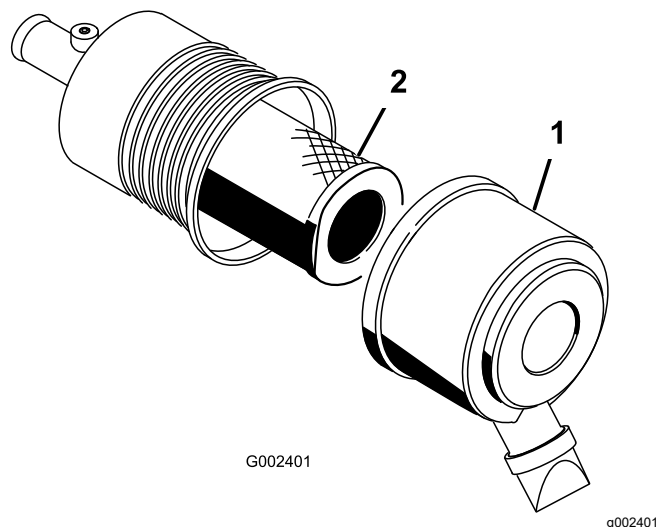

図 55
- エアクリーナのカバーをボディーに固定しているラッチを外す 図 55。
- エアクリーナのボディーからカバーを外す(図 55)。
- フィルタを取り外して交換する(図 55)。